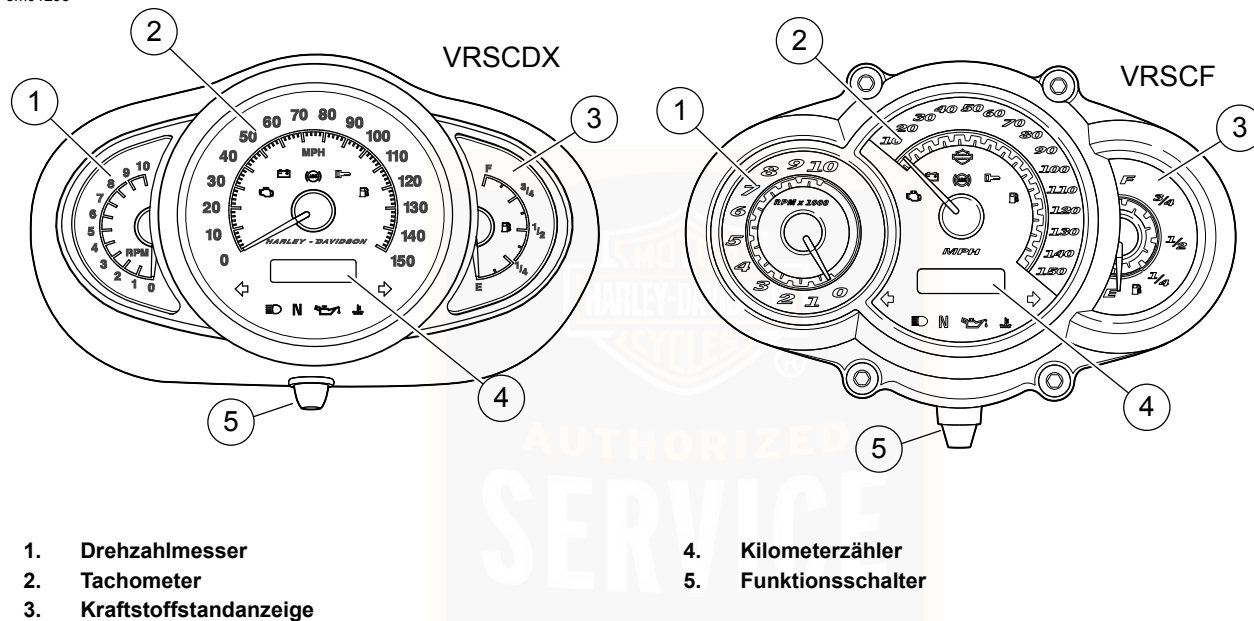

Abbildung 7. Instrumentenblock
Siehe Abbildung 7. Der Tachometer registriert die Vorwärtsgeschwindigkeit in Kilometer pro Stunde (internationale Modelle) oder Meilen pro Stunde (US-Modelle). Der Tachometer bietet auch folgende wählbare Funktionen:
1. Siehe Abbildung 7. Wenn der Zündschalter in beliebiger Stellung ist, werden durch Drücken des Funktionsschalters die Kilometerzähleranzeige und die Uhr aktiviert. Uhrzeit und Kilometerstand können ohne Entsperren des Zündschalters nachgesehen werden. Den Funktionsschalter kurz drücken, um den Kilometerzähler einzublenden. Den Funktionsschalter noch einmal kurz drücken, um die Uhrzeit einzublenden.
2. Siehe Abbildung 7. Den Funktionsschalter drücken, bis die Zeit (Stunden und Minuten) eingeblendet wird. Den Funktionsschalter fünf Sekunden oder so lange gedrückt halten, bis 12HR auf der Tachometeranzeige zu blinken beginnt. Den Knopf loslassen.
Siehe Abbildung 7. Der Drehzahlmesser misst die Motordrehzahl in Umdrehungen pro Minute (U/min).